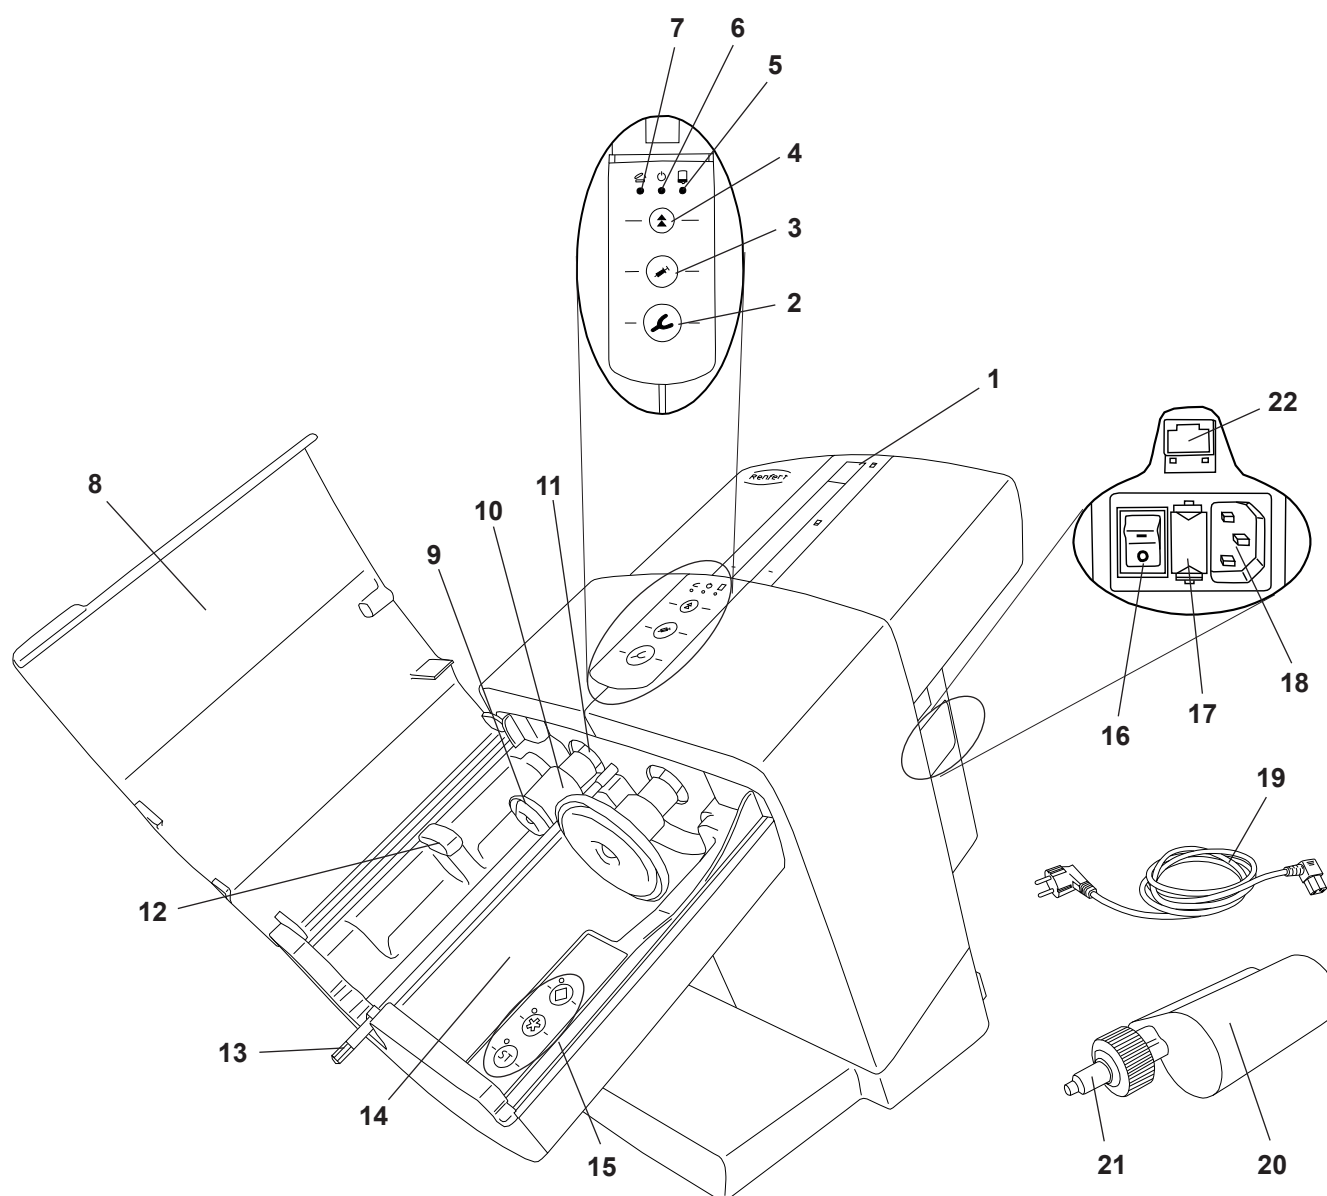

Abb. 1
- ⇒ Mitgeliefertes Netzkabel (19, Abb. 1) in den Netzanschlussstecker (18) einstecken.
- ⇒ Gerät am Netzschalter (16) einschalten.
- ⇒ Geräteklappe (8, Abb. 1) schließen.
- ⇒ Rückfahrtaste (4) drücken.
- ◆ Die Druckteller (9, Abb. 1) fahren bis in die Ausgangsstellung zurück und stoppen dort.
- ⇒ Transportsicherung (23) entfernen.
Das Einlegen, sowie der Wechsel einer Kartusche kann nur erfolgen, wenn sich die zwei Druckteller (9, Abb. 1) in der Ausgangsstellung befinden.
⇒ Geräteklappe (8, Abb. 1) schließen.
⇒ Geräteklappe (8, Abb. 1) öffnen.
Die Geräteklappe lässt sich nur bei korrekt eingelegter Kartusche schließen. Solange die Geräteklappe noch nicht ordnungsgemäß geschlossen ist, leuchtet die rote LED „Geräteklappe offen“ (7, Abb. 1).
- Abformlöffel (2), hohe Auspressgeschwindigkeit oder
- Dispenser (3), niedrige Auspressgeschwindigkeit
- ♦ Der Mischersechskant (13, Abb. 1) beginnt sich zu drehen und fädelt automatisch in die Mischerdüse (21, Abb. 1) ein und stoppt dann wieder.